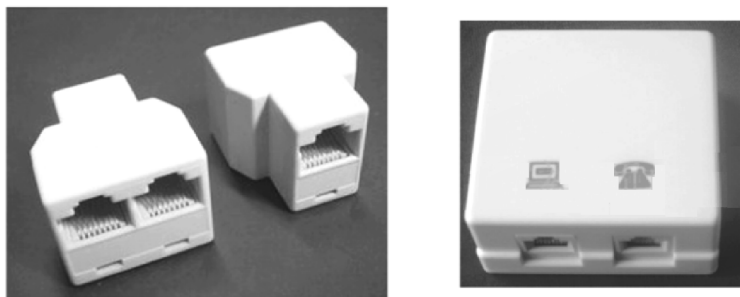

图 6-25 典型分线盒的外观
2) 在实际的家装过程中，一般用户都会将一条电话外线引接到不同的房间，在此就需要用到分线盒。分线盒的作用是把外线上不同频率带宽的信号分配成不同的支路。分线盒多种规格，按照分线数量的不同有一分二和一分多等功能的分线盒，如图 6-25 所示为典型分线盒的外形图。